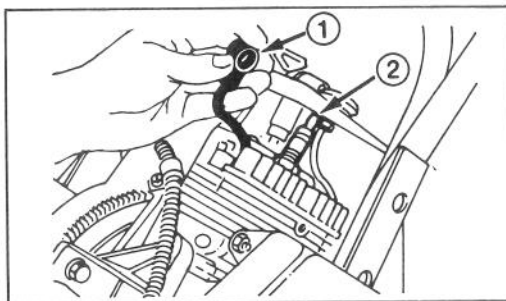

Fig. 12
2. FJERN TENNPLUGGEN (Fig. 12) – Fjern den høyspente ledningen fra tennpluggen og fjern pluggen fra sylinderhodet. Sjekk pluggen, og hvis den er sprukket, belagt eller skitten, må den skiftes. ELEKTRODER MÅ IKKE SANDBLÅSES, SKRAPES ELLER RENGJØRES MED STÅLBØRSTE DA SLIPESTØV MED TIDEN KAN FALLE NED I SYLINDEREN OG FORÅRSAKE SKADE PÅ MOTOREN.